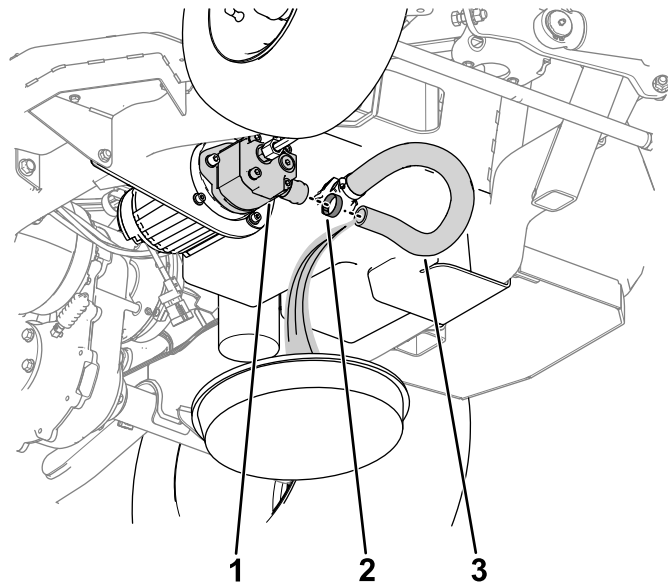

Bild 56
- A. Nehmen Sie den Schlauch und die Schlauchklemme von der Pumpe ab (Bild 56).
- B. Lassen Sie das Hydrauliköl aus dem Schlauch in die Auffangwanne ablaufen (Bild 56).